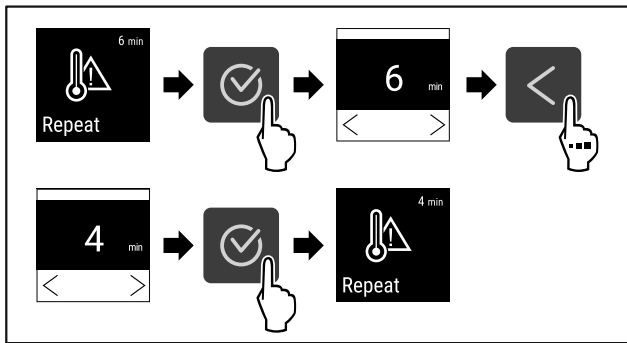

Fig. 101
- ▶ Atlikite veiksmus (žr. Fig. 101).